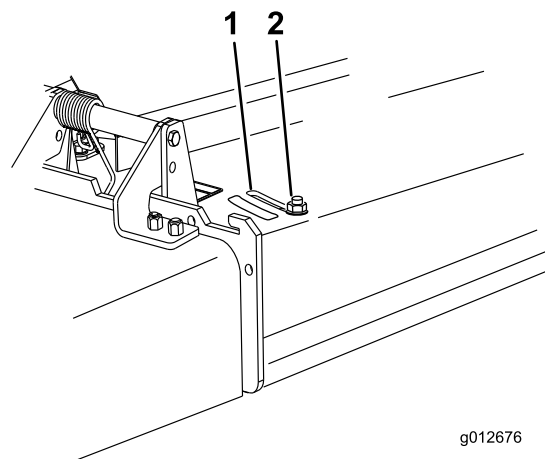

Figura 15
- Para ajustar el deflector, afloje la tuerca (Figura 15).